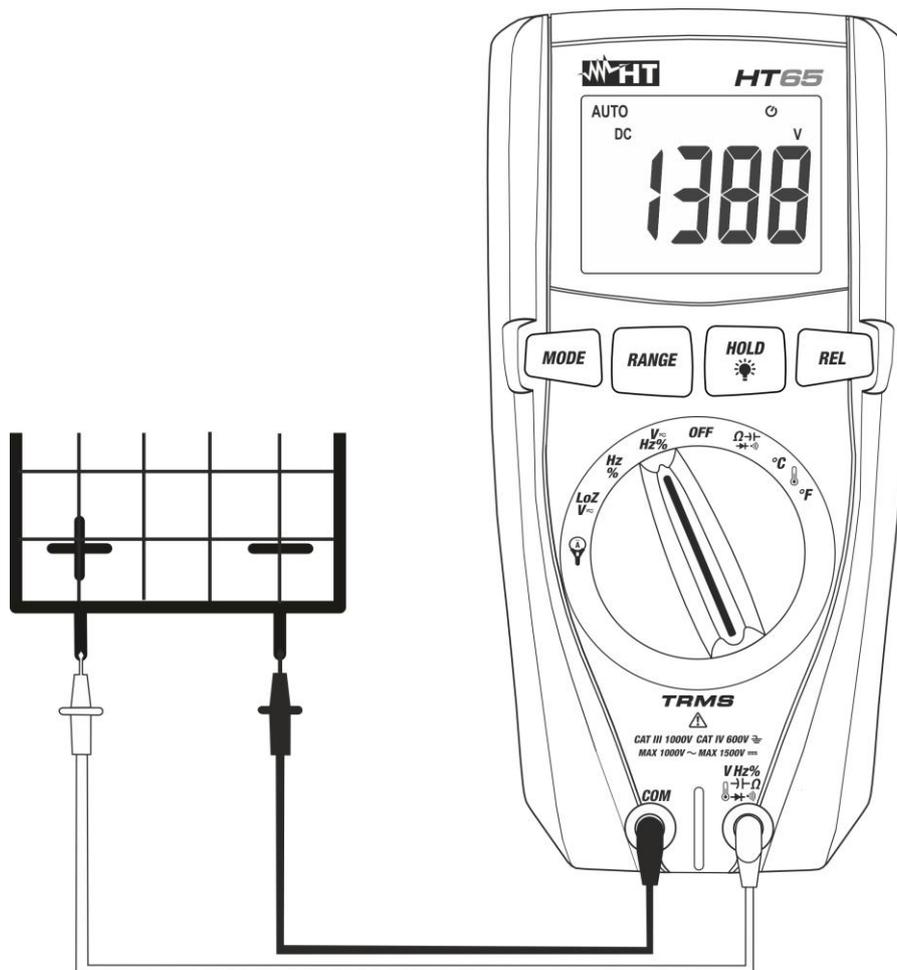
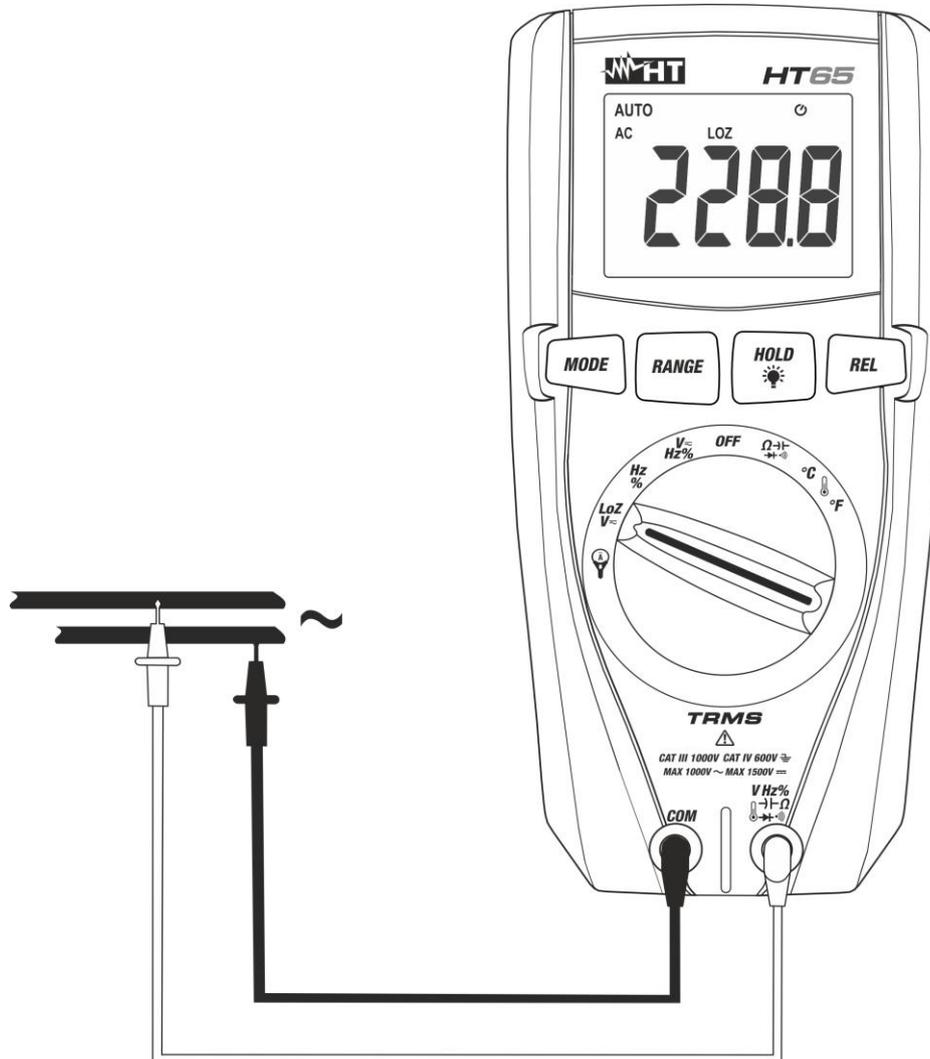

Fig. 2: Mesure de Tension DC
Fig. 4: Mesure de Tension CA/CC à basse impédance (LoZ)
4. Positionner l'embout rouge et l'embout noir respectivement dans les points à potentiel positif et négatif du circuit sous test (voir la Fig. 2). La valeur de tension apparaît à l'écran
6. L'affichage du symbole « - » sur l'écran de l'instrument indique que la tension a une direction opposée par rapport à la connexion de Fig. 2.
4. Positionner l'embout rouge et l'embout noir sur les points désirés du circuit sous test (voir Fig. 4) pour mesure de tension AC ou respectivement dans les points à potentiel positif et négatif du circuit sous test (voir la Fig. 2) pour mesure de tension DC. La valeur de tension apparaît à l'écran
6. L'affichage du symbole "-" sur l'écran de l'instrument indique que la tension a une direction opposée par rapport à la connexion de la Fig. 2
7. L'affichage du symbole « - » sur l'écran de l'instrument indique que la courant a une direction opposée par rapport à la connexion de Fig. 2